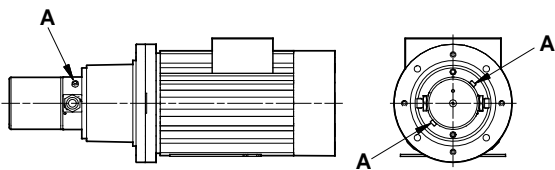

Рис. 4 Резьбовые пробки воздухоотводчиков
1. **Удаление воздуха:** Перед пуском насоса отпустить резьбовые пробки "А" воздухоотводчиков, смотрите рис. 4. Насос считается совершенно заполненным водой, если вода начинает выходить через воздухоотводчики. Вновь плотно затянуть резьбовые пробки.